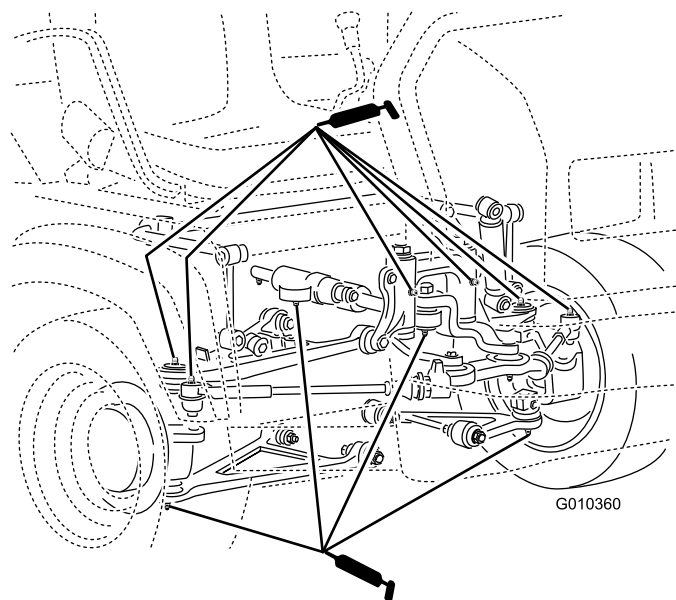

Figura 29
- **Articulaciones esféricas (4);** consulte Figura 29
- **Tirantes (2);** consulte Figura 29
- **Soportes de giro(2);** consulte Figura 29
- **Cilindro de dirección (2);** consulte Figura 29